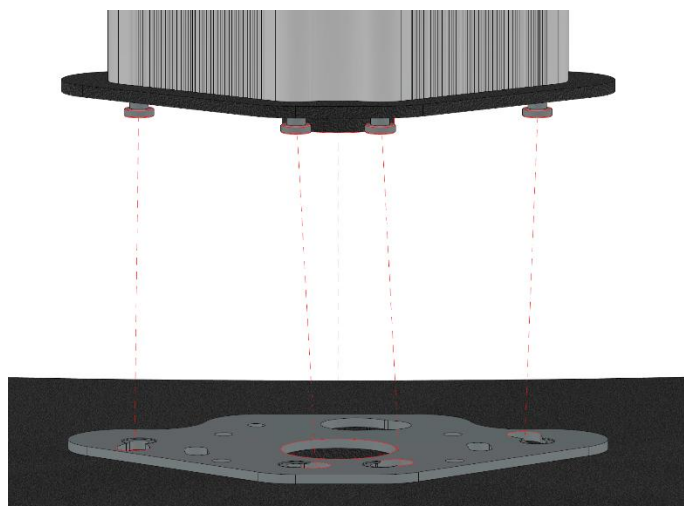

Abbildung 4 Absetzen der unteren Säule
Schritt 2: Setzen Sie die untere Säule an die dafür vorgesehene Position auf der Bodenplatte. Siehe die Darstellung in Abbildung 4.